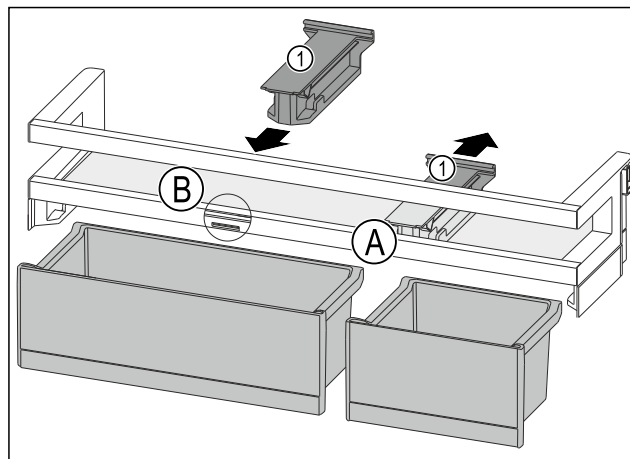

Fig. 114
- ▶ Снимите крепление Fig. 114 (1) в позиции Fig. 114 (A), отодвинув его назад.
- ▶ Установите крепление Fig. 114 (1) в позиции Fig. 114 (B).